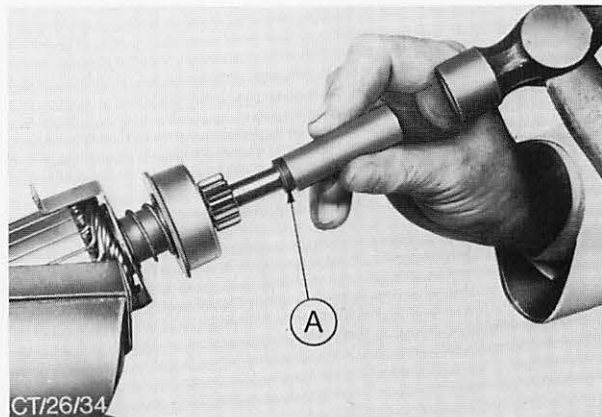

Abb. 64 Anlaufring mit passendem Rohrstück vom Sicherungsring trennen
11. Zum Abbauen des kompletten Ritzelantrieb, Anlaufring mit einem passenden Rohrstück von dem Sicherungsring trennen, Abb. 64.